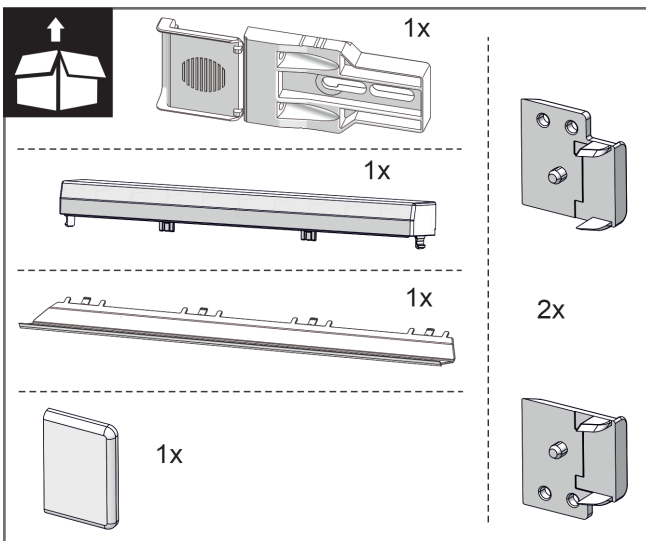
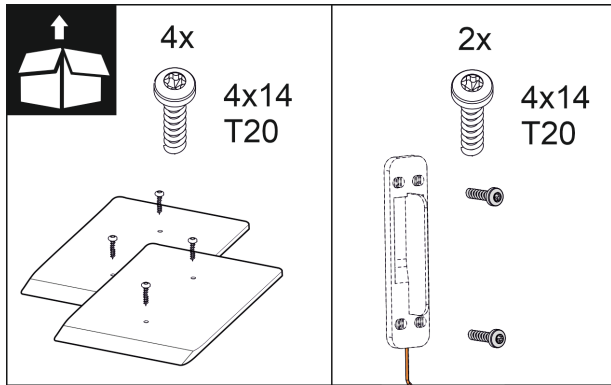

Fig. 10
Fig. 16
2. Kontroller monteringsdelene i pakningen. *Fig. 10 () til Fig. 16 ()*
Monteringsdeler i pakningen Fig. 10 () til Fig. 16 ()